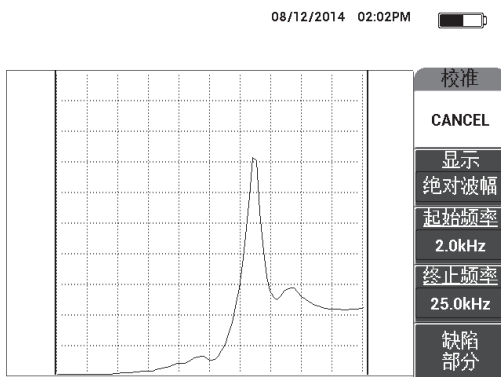

图 6-63 较小缺陷的信号
4. 在较小或最关键的缺陷上按住探头的端部, 然后按**缺陷部分** (E 键) (参见第 159 页的图 6-63)。